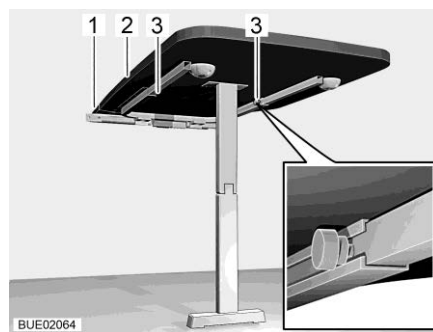

Fig. 134 Tavolo sospeso con supporto snodabile
- Svitare le due viti a testa cilindrica zigrinata (Fig. 134,3).
- Sollevare leggermente il piano del tavolo (Fig. 134,2) sul davanti ed estrarlo fino all'arresto. La prolunga del tavolo è ora completamente estratta.
- Inserire la prolunga del piano del tavolo (Fig. 134,1) nella prolunga del tavolo.
- Sollevare leggermente il piano del tavolo (Fig. 134,2) dal davanti ed estrarlo.
- Rimuovere la prolunga del piano del tavolo (Fig. 134,1) e stivarla in modo sicuro.